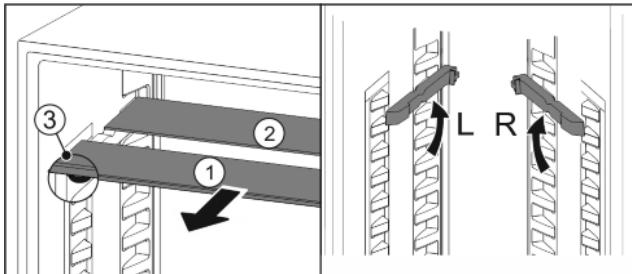

Fig. 17
- Посуньте Fig. 17(1) скляну панель вперед.
- ▷ Скляна панель Fig. 17(1) зі стопорами лежить спереду.
- ▷ Стопори показують вниз Fig. 17(3).